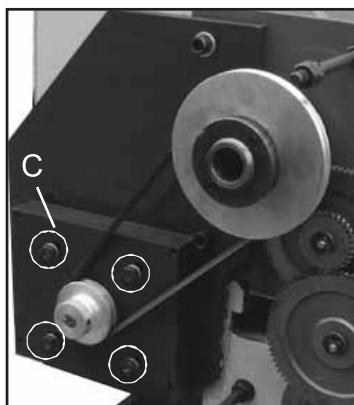

Рис. 20
2. Выбрать требуемую скорость А (низкая) или В (высокая). (Рис. 20)
Ослабить четыре гайки и винта (C, Рис. 20), чтобы снять пластину крепления двигателя и установить положение!